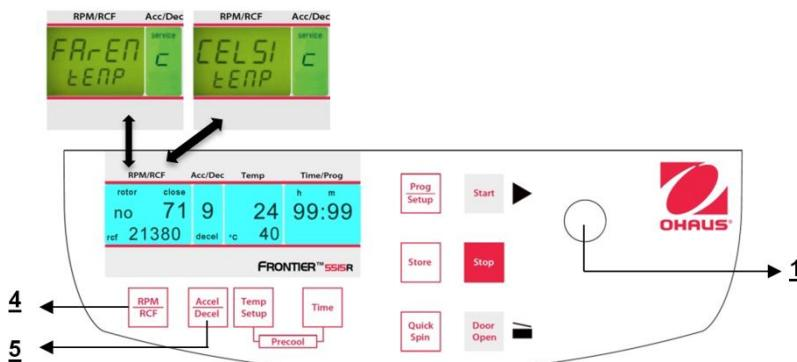

Figure. 31
clignote et il devient possible de modifier l'affichage en degrés Fahrenheit "FAREN" avec le bouton de réglage (1) (voir la figure 31).